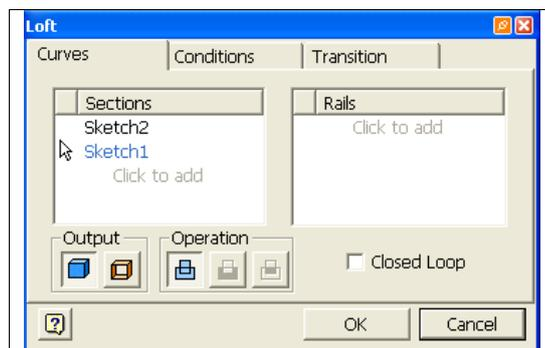

Рис. 5. Диалоговое окно **Loft**.
12. Из палитры инструментов выберите команду **Loft** а затем по очереди укажите сперва на эллипс, а затем на окружность. В диалоговом окне **Loft** (рис.5) нажмите кнопку **Ok**.